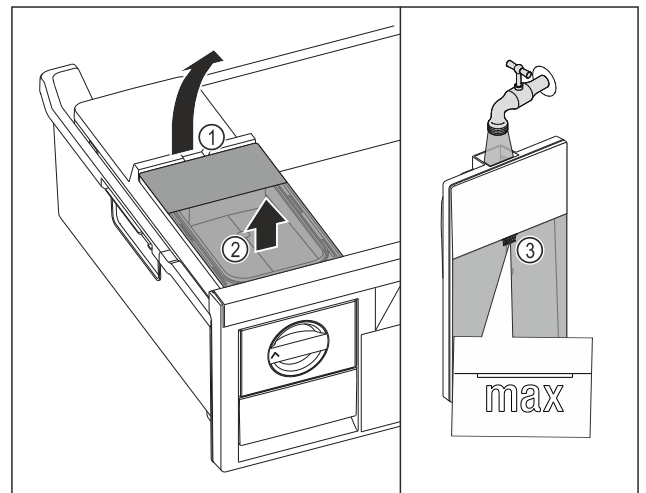

Fig. 114
- ▶ Wassertank an der Aussparung Fig. 114 (1) anheben.
- ▶ Wassertank nach oben entnehmen. Fig. 114 (2)
- ▶ Wassertank bis zur Markierung Fig. 114 (3) mit Trinkwasser befüllen.